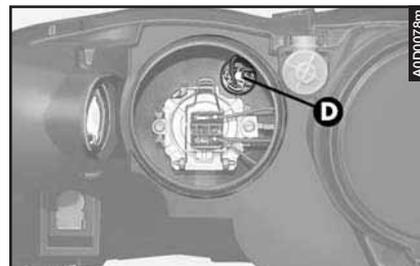

fig. 46
- Premere sulle due alette di ritegno e sfilare il portalampada (**D-fig. 46**).